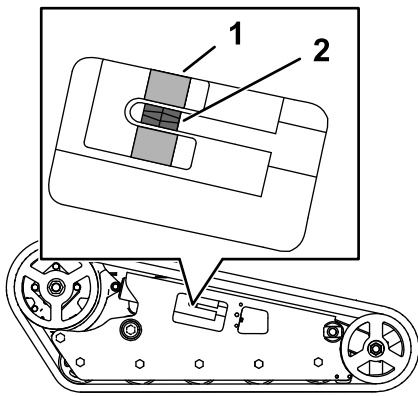

Bild 58
Stellen Sie sicher, dass der Spannblock mit der grünen Führung auf dem Aufkleber ausgefluchtet ist, oder dass der Block 1,3 cm von der Rückseite des Spannungsrohrschlitzes entfernt ist (Bild 58).
4. Drehen Sie die Spannschraube mit einer Ratsche ($\frac{1}{2}$ "), bis der Spannblock mit der grünen Führung auf dem Aufkleber ausgefluchtet ist, oder er 1,3 cm von der Rückseite des Spannungsrohrschlitzes entfernt ist (**Bild 58**).
8. Stellen Sie sicher, dass sich der Spannblock an beiden Ketten an der grünen Führung auf dem Aufkleber ausgerichtet ist, oder dass er 1,3 cm von der Rückseite des Spannungsrohrschlitzes entfernt ist (**Bild 58**). Stellen Sie sie bei Bedarf ein.